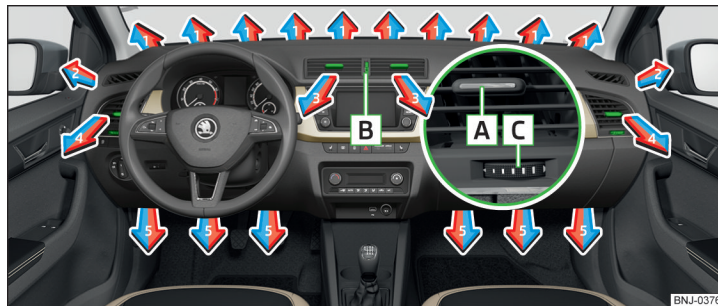

Fig. 124 Bocchette di ventilazione
Le bocchette di ventilazione **3 e 4** » fig. 124 consentono di modificare la direzione del flusso dell'aria e le bocchette possono essere aperte e chiuse anche singolarmente.
La regolazione della direzione del flusso d'aria ha luogo spostando l'elemento di regolazione **A** » fig. 124 nella direzione desiderata.
- Ruotare il regolatore **B** verso l'alto » fig. 124.
- Ruotare il regolatore **B** verso il basso » fig. 124.
Regolazione della direzione del flusso dell'aria	Bocchette di ventilazione » fig. 124